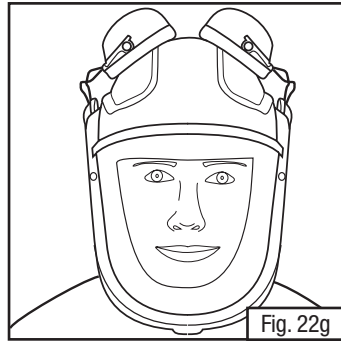

Fig. 22g
- **Position rangée :** Il est possible de faire pivoter les coquilles sur le haut de la pièce faciale (Fig. 22g) afin de libérer l'espace si la coque de la pièce faciale est propre et exempte de contamination. Il convient de s'assurer que les coussinets des protecteurs d'oreilles restent propres.